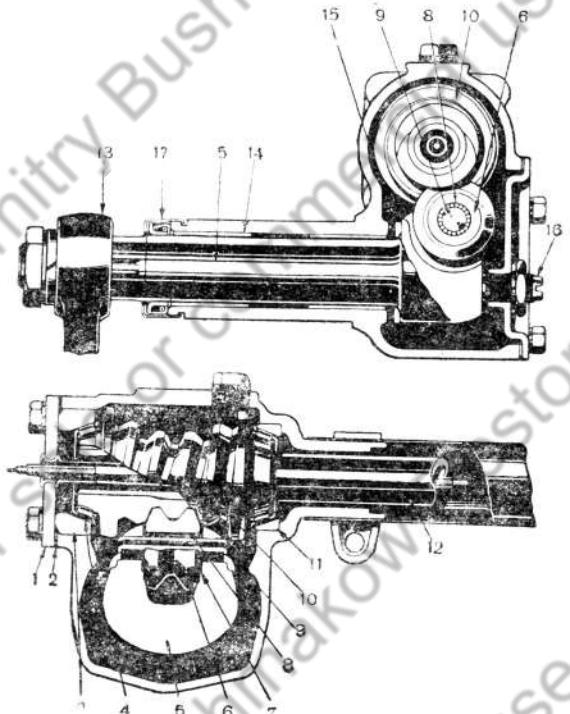

Рис. 36. Рулевой механизм:
Червяк 10 (рис. 36) руля напрессован на пустотелый вал 12, на который с другого конца крепится рулевое колесо.
Регулировка зазора в зацеплении червяка с роликом производится изменением количества прокладок 15 и соответствующим подвертыванием регулировочного винта 16. Как видно из рис. 36, двойной ролик 6 руля не лежит в одной вертикальной плоскости с червяком, а несколько сдвинут. Поэтому при уменьшении количества прокладок ролик перемещается в сторону червяка, уменьшается расстояние между центрами этой пары и, следовательно, уменьшается зазор в зацеплении. Зазор в зацеплении рабочей пары руля — переменный.
При наличии такой игры её надо устраниить подвёртыванием бронзового регулировочного винта 16 (рис. 36) и после окончания регулировки затянуть контргайку.
2. Отвернуть болты крепления боковой крышки, вынуть вал сошки, следя за тем, чтобы ни одна регулировочная прокладка 15 (рис. 36), из сидящих на валу, не осталась в картере.